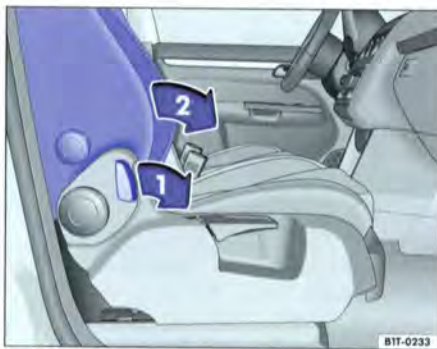

Fig. 53 Escamotage du dossier de siège du passager avant
- Déverrouillez le dossier de siège du passager avant dans le sens de la flèche ⇒ fig. 53 ①.
- Rabattez le dossier du siège du passager avant dans le sens de la flèche ② vers l'avant pour l'amener à l'horizontale. Veillez à ce que le dossier du siège du passager avant s'encliquette.